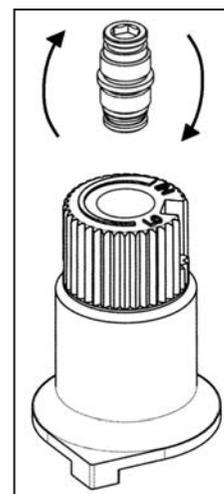

Figure 13: Basculer la vis de soupape.
- d) Retournez la vis (reportez-vous à la Figure 13).